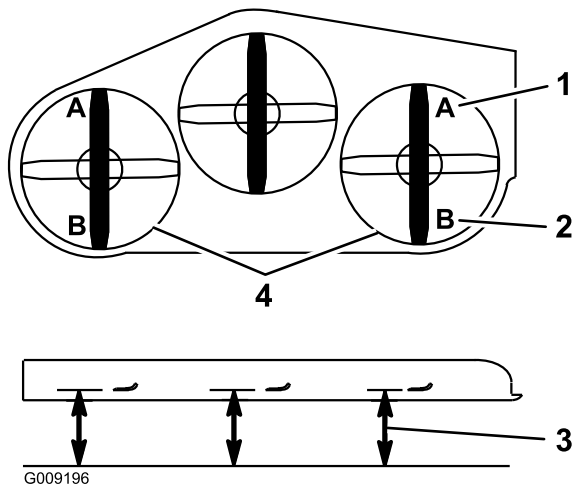

Figura 85
- En ambos lados de la carcasa, mida desde la superficie nivelada hasta la punta delantera de la cuchilla (Posición A). La medida debe ser de 7,6 cm (Figura 85).
15. En ambos lados de la carcasa, mida desde la superficie nivelada hasta la punta trasera de la cuchilla (Posición B). La medida debe ser de 8,3 mm (Figura 85).